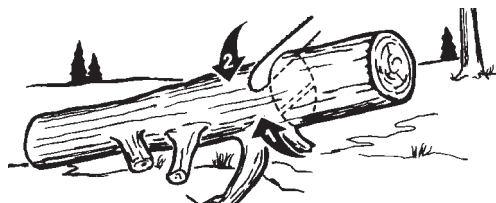

Fig. 14
2. Tronco apoyado en 1 extremo: Primero, corte desde abajo (leñar por abajo) 1/3 del diámetro del tronco para evitar astillamiento. Segundo, corte desde arriba (leñar por arriba) para encontrar el primer corte y evitar el pellizco (Fig. 14).